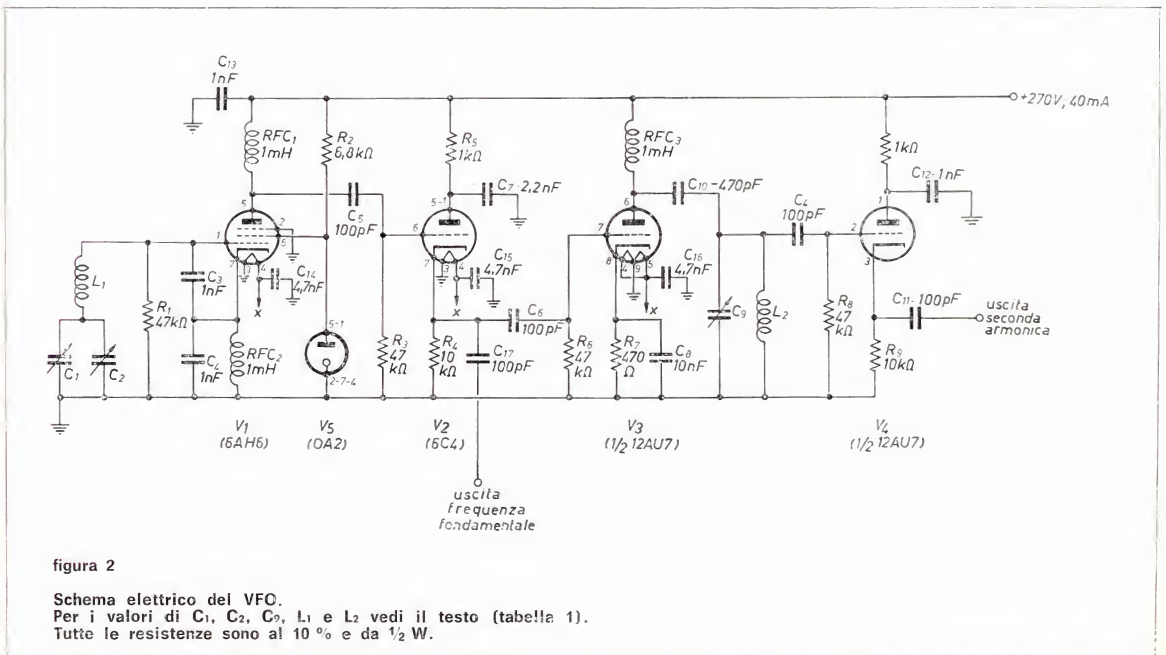

figura 2
Osservando lo schema di figura 2 possiamo notare che il circuito dell'oscillatore (V_1) è di tipo Clapp. E' stato scelto questo circuito in quanto permette di realizzare notevoli stabilità in frequenza.
Come si vede dal circuito di figura 2 questa capacità è shuntata da C_3 (1000 pF) che avendo un valore 100 volte più grande ne neutralizza gli effetti.
Continuando nell'osservazione dello schema elettrico di figura 2 si può notare che l'oscillatore è seguito da un ripetitore catodico (V_2) tramite C_5 sul cui catodo è prelevabile il segnale proveniente dall'oscillatore stesso su un'impedenza di circa 500 Ω .
- 2) Previa accensione dei filamenti e dell'alimentazione anodica regolare C_2 (figura 2) per la massima capacità.